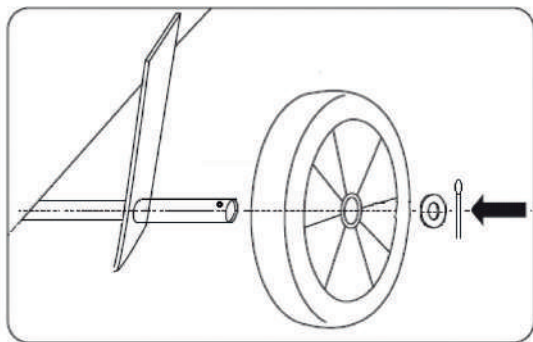
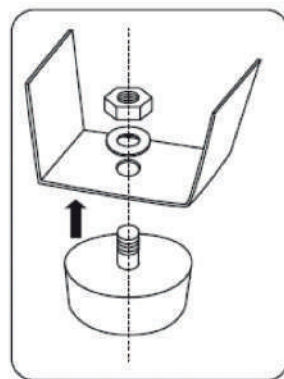

Рис.4
Рис. 5
3. Установите на компрессор транспортировочные колеса (Рис. 4) и опорные ножки (Рис. 5).